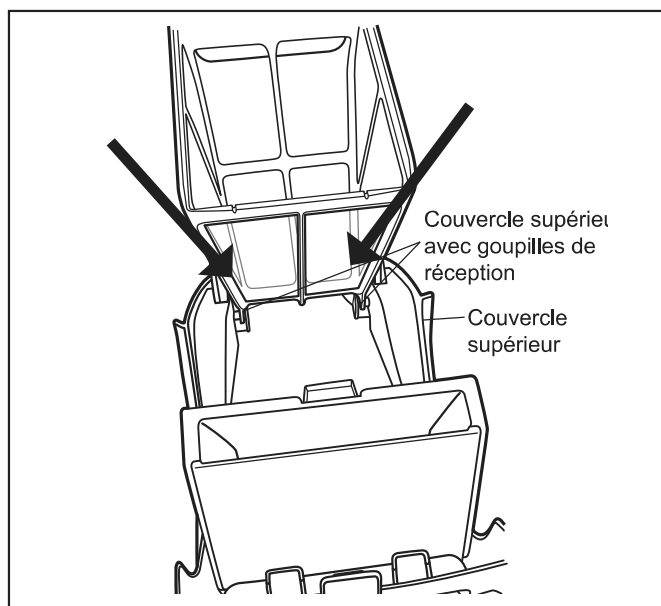

Figure 12. Engrener les crochets de la cartouche filtrante sur le couvercle
- Positionner les crochets de la cartouche filtrante sur les goupilles de réception du couvercle, tel qu'il est illustré à la Figure 12.